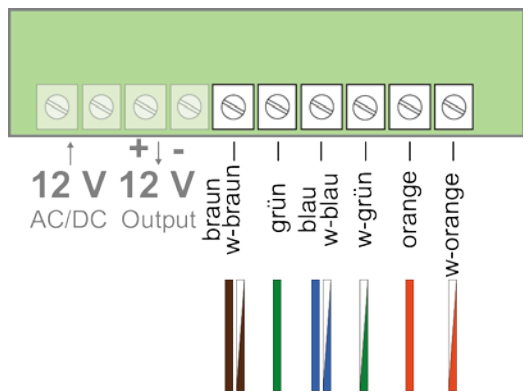

Abb. 5: LAN-Kabel anschließen
- ▶ Schließen Sie die Leitungen gemäß Typenschild an (Abb. 5).